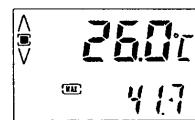

Fig. 10
- ① **[MODE]**キーを押してFig.10の表示にしますと、今までの全測定値中の最大測定値(MAX)が確認できます。(ただし、最大値をクリアした場合は、その後の測定値の中の最大値)
- ② **▲**または**▼**キーを押すと最小測定値(MIN)に切り換わります。